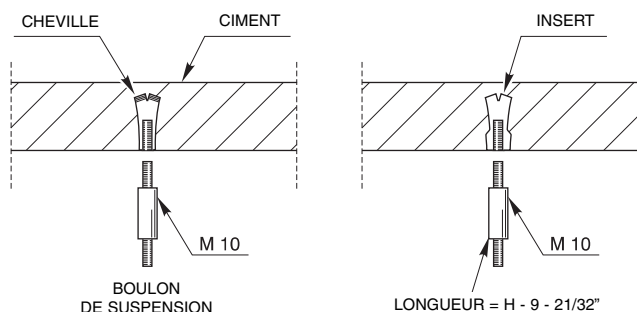

Fig. 5
1. Fixer solidement les boulons de suspension comme indiqué sur la fig. 5.